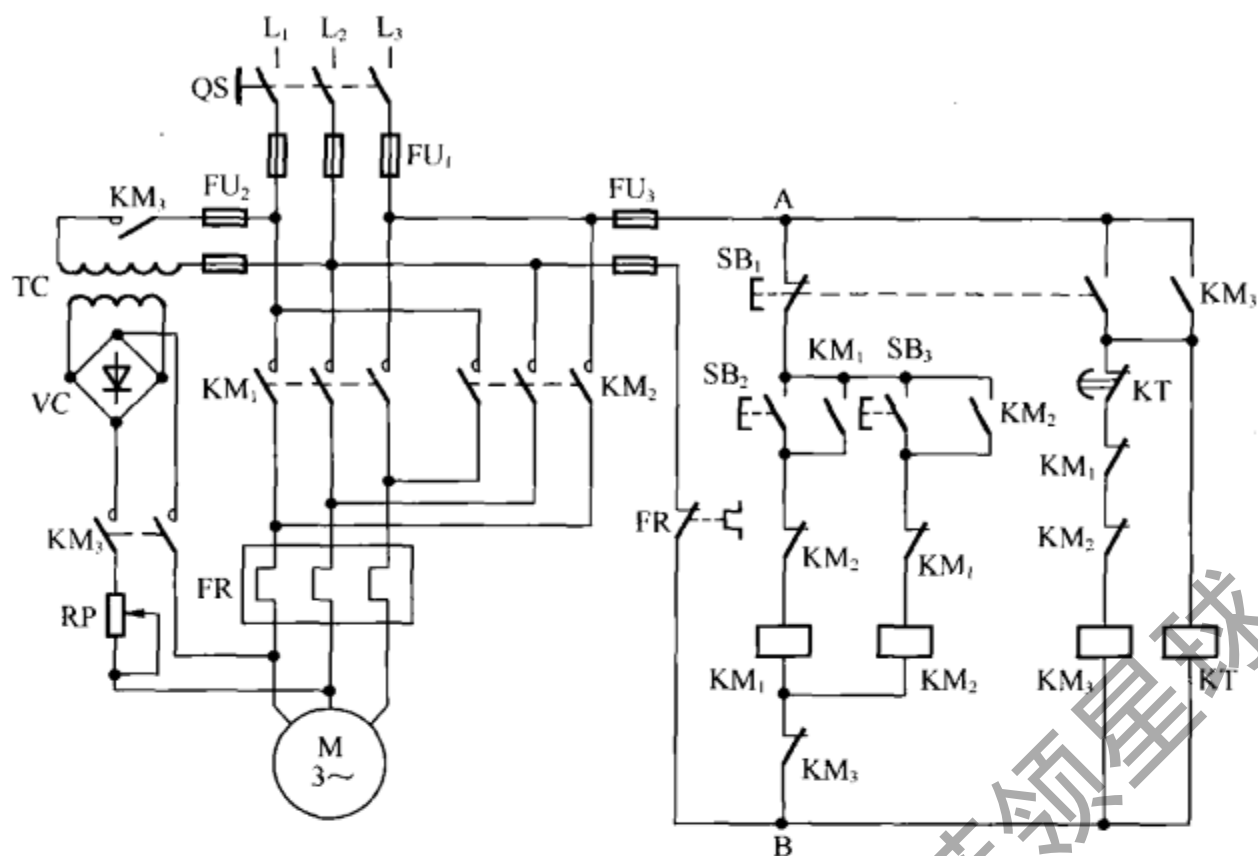

图 5-18 桥式整流可逆能耗制动电路
**例 5.2** 某电工按照图 5-18 组装了一个桥式整流可逆能耗制动电路。试机时，合上电源开关  $QS$ ，电动机就发出“嗡嗡”声，过一段时间后“嗡嗡”声消失。